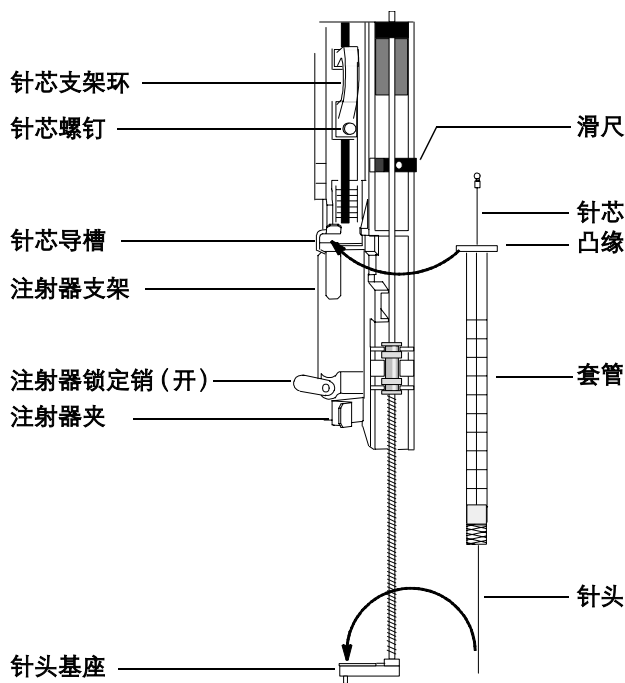

图 41 安装注射器
安装注射器（图 41）：
- 2 向上（或向下）滑动注射器支架直至能够拿取注射器。请参阅图 41。